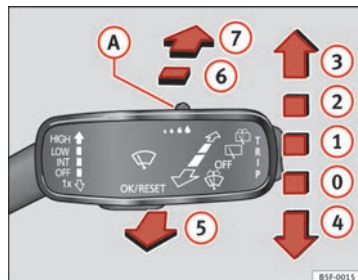

Abb. 66 Bedienung von Windschutz- und Heckscheibenwischer
- Scheibenwischerhebel kurz nach unten drücken ⇒ Abb. 66 ④.